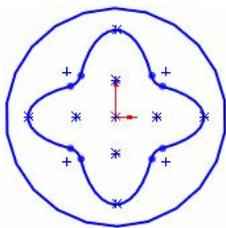

图 1.6.7 插入块
Step2. 插入块。选择下拉菜单 **工具(T)** → **块(B)** → **插入(I)...** 命令，系统弹出“插入块”对话框，单击 **浏览(B)...** 按钮，在系统弹出的“打开”对话框中选择文件 D:\sw14.2\work\ch01.06\block.SLDBLK，然后单击 **打开(O)** 按钮，在图形区原点上单击以放置块，单击对话框中的 **✓** 按钮，完成块的插入，结果如图 1.6.7 所示。